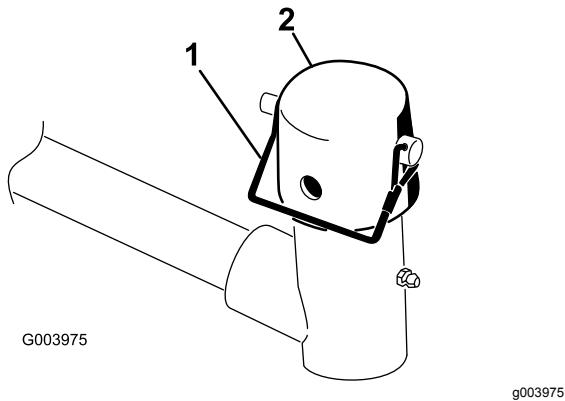

Bild 10
7. Nehmen Sie den Einraststift und die Kappe vom Gelenkjoch des Hubarms ab (**Bild 10**).
11. Befestigen Sie die Kappe und die Trägerrahmenwelle mit dem Einraststift am Hubarmjoch (Bild 10).